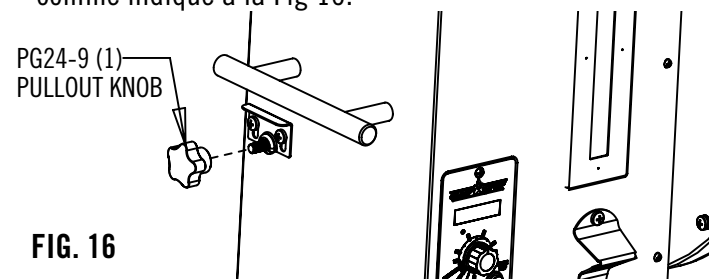

FIG. 16
1. Serrer à la main le bouton de nettoyage du bac à déchets comme indiqué à la Fig 16.